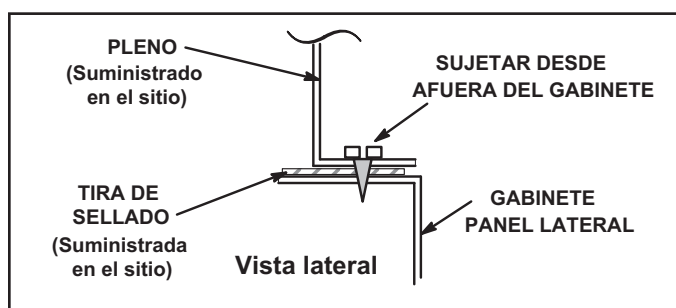
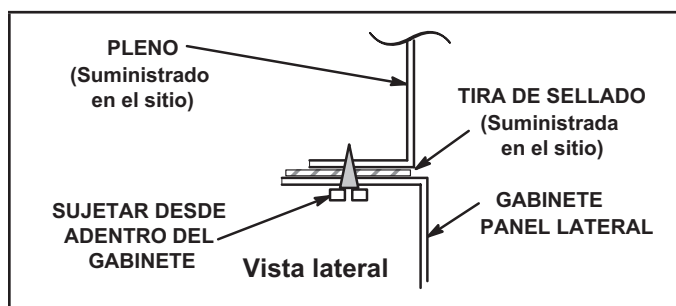

FIGURA 17
FIGURA 18
- 1 - El borde inferior del pleno debe bridarse con un borde dobladillo (ver la FIGURA 17 o FIGURA 18).